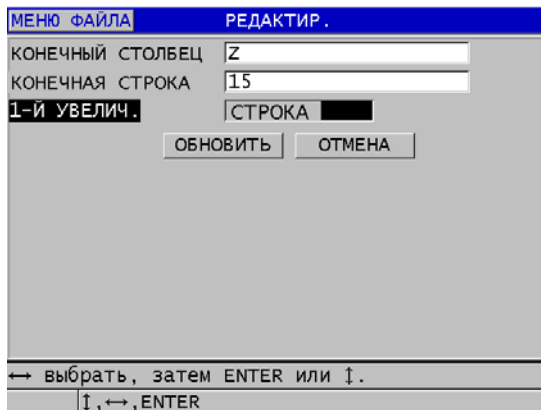

Рис. 11-19 Экран редактирования сеточного файла
4. Для файла с координатной сеткой выберите **ПРОДОЛЖИТЬ**. На второй странице диалогового окна **РЕДАКТИР.** выполните следующие действия (см. Рис. 11-19 на стр. 196):